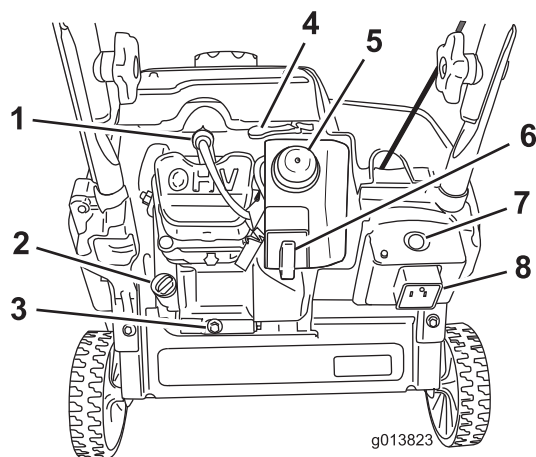

Figure 12
2. Nettoyez la surface autour du bouchon de remplissage d'huile (Figure 12).
- Nettoyez la surface autour du bouchon de remplissage d'huile (Figure 12).